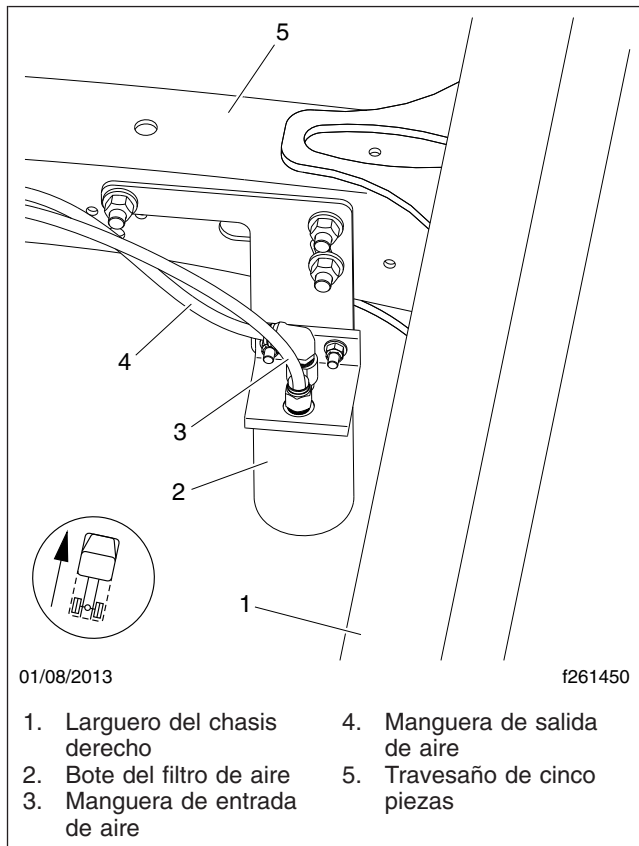

Figura 7, Filtro de aire de la transmisión Detroit (configuración común)
3. Retire el bote del filtro de aire, ubicado entre el sistema de aire principal y el tanque de aire de reserva de la transmisión. Vea la Figura 7.